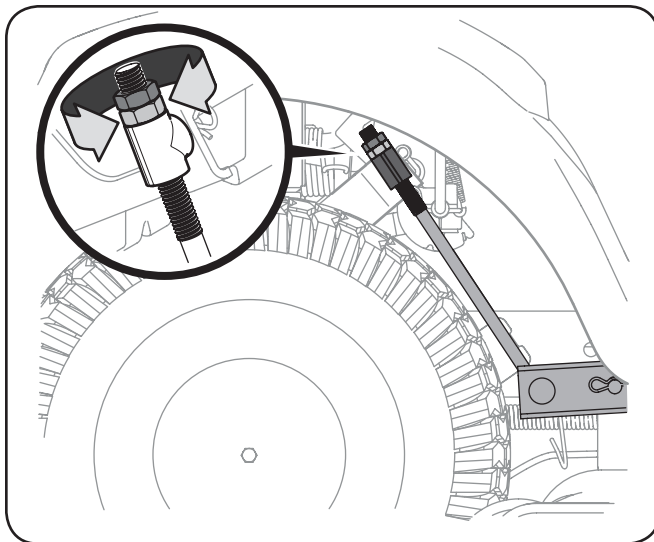

Figura 6-7
3. Debajo de los guardabarros traseros dentro de las ruedas hay una varilla de ajuste de elevación para cada lado de la plataforma. Consulte Figura 6-7.